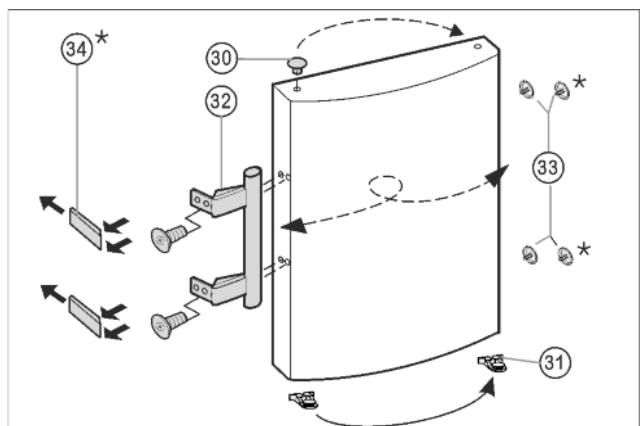

Fig. 8
- ▶ Til de stop Fig. 8 (33) uit de deurlagerbus en plaats hem om.
- ▶ Deurgreep *Fig. 8 (32)*, stoppen *Fig. 8 (33)* en drukplaatjes* *Fig. 8 (34)* verwijderen en aan de andere kant aanbrengen.